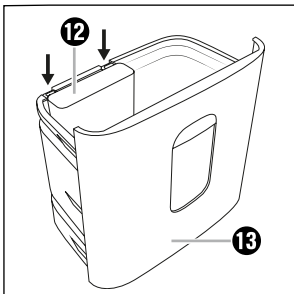

Afb. 1
- ◆ Monteer de wieltjes **10** aan de voorkant en de wieltjes met blokkering **11** aan de achterkant van de apparaatbasis **15**. Druk de wieltjes omlaag in de gaten van de apparaatbasis **15**, tot ze hoorbaar vastklikken (zie afb. 1).